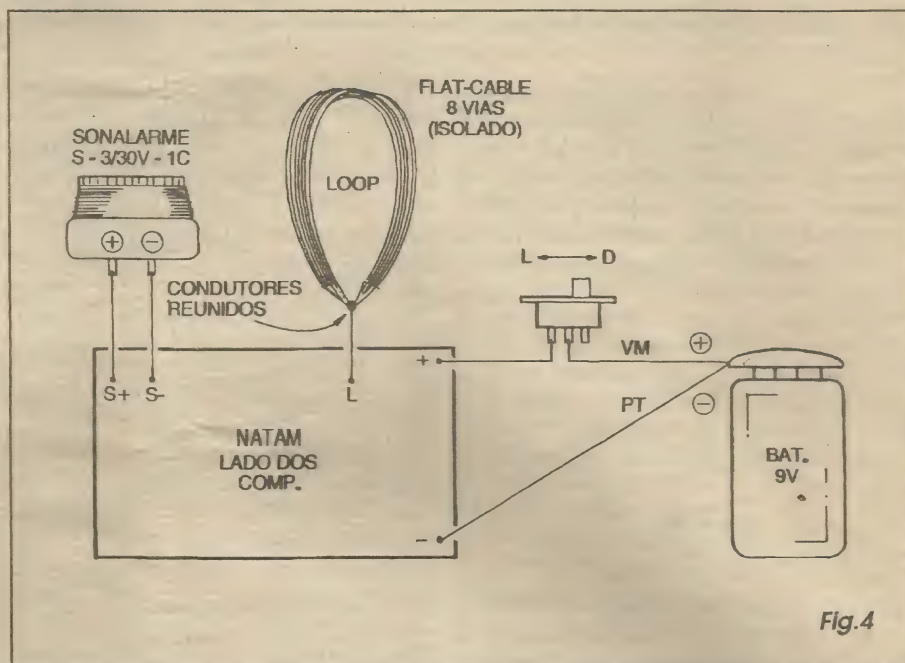

Fig.4
- FIG. 4 - CONEXÕES EXTERNAS À PLACA - O layout da placa impressa é visto no diagrama. Deve-se montar ao mesmo já mostrado na figura anterior, só que agora limpo das peças que foram desmontadas sobre o fenolite para não complicar o visual... Alguns pontos das conexões externas, merecem atenção: a polaridade da alimentação é essencial, observando que a *velha convenção* indica o positivo através da cor *vermelha* e o negativo através do *negativo* é representado pelo fio *preto*... Intercalar o interruptor geral da alimentação no cabo de *positivo* (*vermelho*). O sinalizador piezo também apresenta terminais polarizados, portanto, no *corpo* do
jamais se manifestando, mesmo com a mão da pessoa firmemente premindo a maçaneta...). Se isso se verificar, basta substituir o *loop* por uma conexão direta, conforme mostra o diagrama... Um pedaço de cabinho isolado flexível (não mais do que uns 10 cm.) deve ter uma das suas extremidades ligada ao ponto L da placa (rever FIG. 4), ficando a ponta livre do dito fio conectada a uma pequena garra *jacaré*... Na instalação